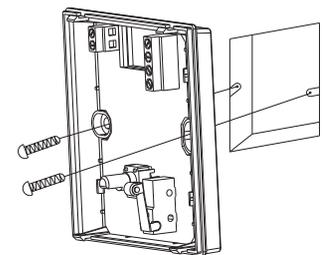

Bild 2
- Den Sockel des Regler auf eine Unterputzdose schrauben (s. Bild 2) und die Kabel laut Anschlussplan auflegen.